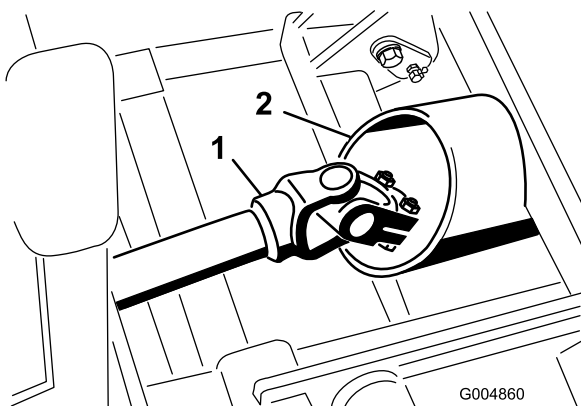

Figura 45
7. Facendo attenzione, fate scorrere il gruppo del telaio invernale in posizione mentre disponete l'albero di trasmissione attraverso il tubo del telaio (Figura 45).